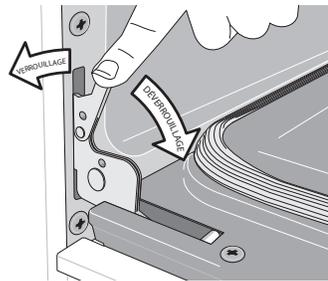

Figure 8 : Verrous des charnières de la porte
2. Abaissez complètement les verrous des charnières de gauche et de droite du cadre du four vers la porte du four (voir Figure 8). Vous pourriez avoir besoin d'un petit tournevis à tête plate.
4. Poussez les verrous des charnières de droite et de gauche vers le haut et dans le cadre du four jusqu'à ce qu'ils soient en position verrouillée (voir Figure 8).